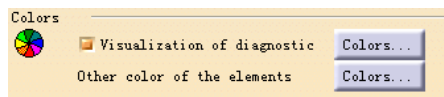

图 6-71
(4) Colors (颜色) 选项组 (如图 6-71 所示)